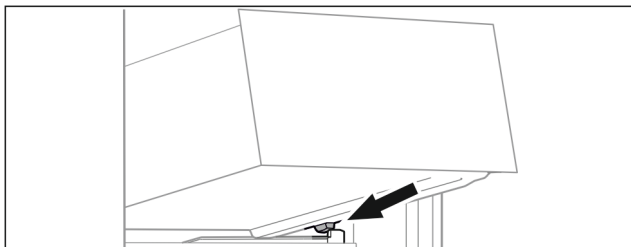

Fig. 121
- Applicare il cassetto inclinandolo dietro i fermi sulla nervatura del contenitore. (vedere Fig. 121)